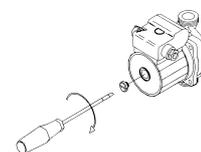

Figura 2-55
N.B. - Quando la caldaia rimane inattiva per un lungo periodo, prima di inserire l'interruttore generale, verificare che non sia bloccato l'albero motore del circolatore. per questa operazione occorre (Figura 2-55):